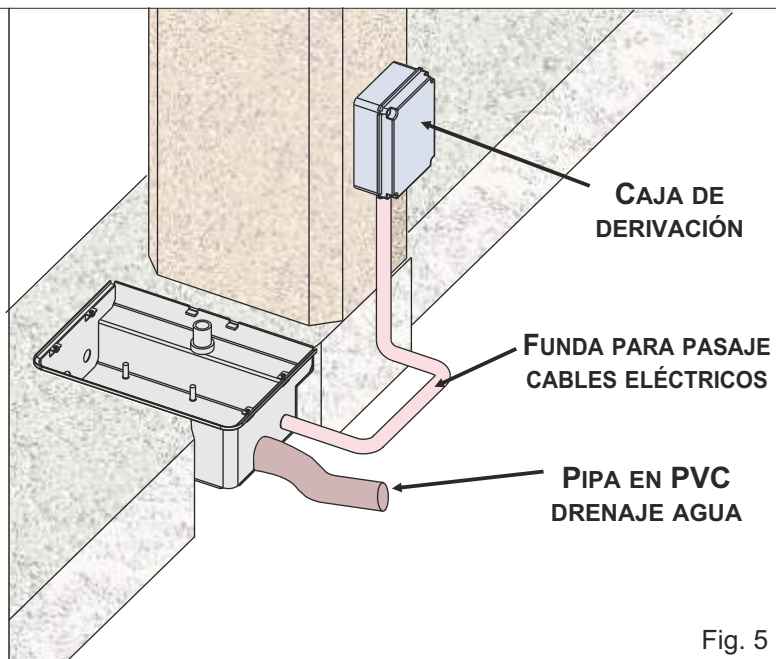

Fig. 5
**2.2.** Proporcionar una **PIPA DE PVC PARA EL DRENAJE DEL AGUA DE LLUVIA**, que se insertará en la ranura especial de la caja antes de cementarla (Fig. 5); **LLEVAR EL TUBO AL DESAGÜE DE LA LÍNEA DE ALCANTARILLADO**
**2.3.** Proporcionar **UNA FUNDA DE PLÁSTICO FLEXIBLE** de al menos 25 mm de diámetro para el paso de los cables eléctricos, que se insertará en la ranura especial de la caja antes de cementarla (Fig.5) y **QUE SE DEBERÁ LLEVAR HASTA LA CAJA DE DERIVACIÓN.**